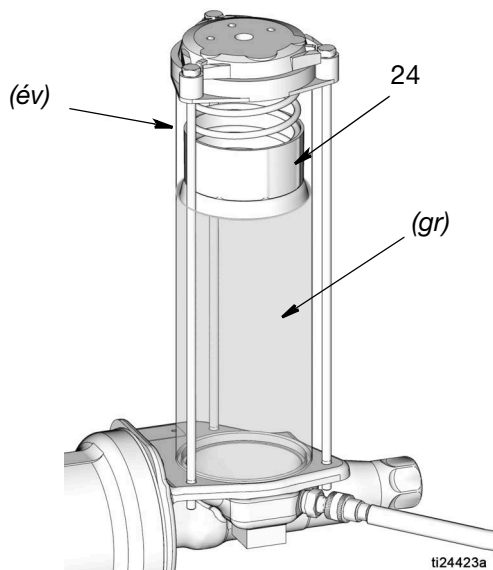

FIG. 5
3. Introduire lentement de la graisse de la pompe de remplissage dans le réservoir jusqu'à ce que la graisse dans le réservoir soulève la plaque d'appui (24) au-dessus de l'évent (év) du réservoir et que de la graisse sorte de l'évent (év) et fait échapper l'air dans le réservoir (FIG. 5).
REMARQUE : L'évent (év) se situe sur le dos du réservoir et n'est pas visible sur la FIG. 5. L'endroit approximatif de l'évent est indiqué avec les lettres év sur la figure.